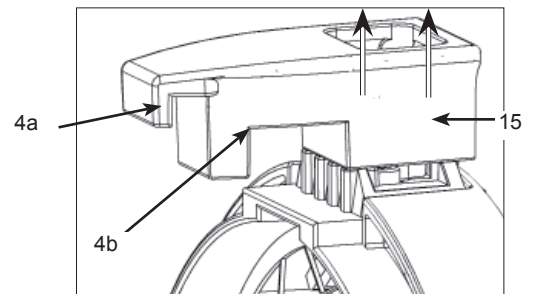
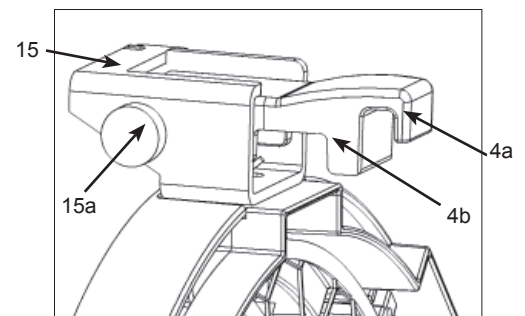

Abb. 5 / figure 5
Abb. 6 / figure 6
- Modelle mit schwenkbarer Torsicherung (Abb. 5): Torsicherung (15) senkrecht nach oben ziehen und zur Seite wegrehen. Modelle mit Location-Torsicherung (Abb. 6): Stift (15a) seitlich eindrücken, Torsicherung (15) klappt nach oben.
- For models with rotatable top latch (figure 5): Pull the top latch (15) upwards and turn it to the side. For models with location top latch (figure 6): Push the hinge pin (15a), the top latch (15) opens.